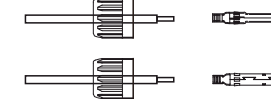

Figure 5.13 Insérez le fil dans l'écrou borgne du connecteur et dans la broche de contact
2. Insérez le fil dans l'écrou borgne du connecteur et la broche de contact (voir la figure 5.13)